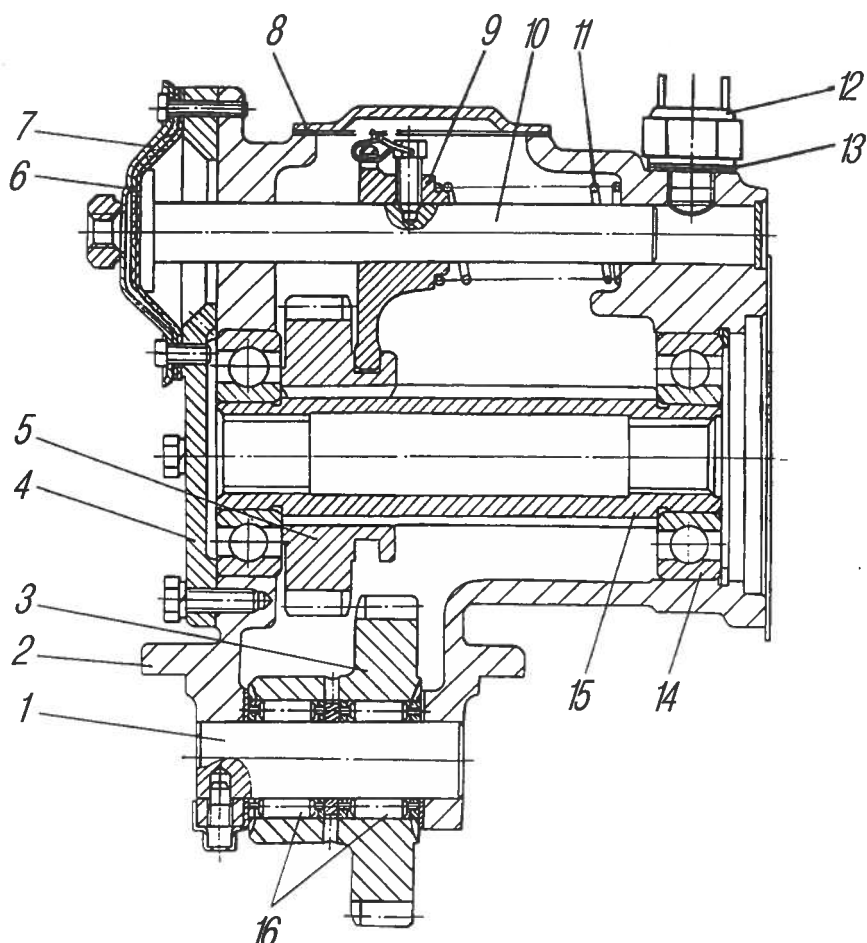

Рис. 114. Коробка отбора мощности:
**Коробка отбора мощности** (рис. 114) — одноступенчатая, крепится к картеру коробки передач с правой стороны. Между фланцами картеров коробки передач и отбора мощности ставятся регулировочные и уплотнительная прокладки, с помощью которых на заводе производится регулировка зацепления шестерен. Поэтому при необходимости замены прокладок общая их толщина должна быть сохранена. Ведомый вал 15 коробки отбора мощности приводится во вращение от промежуточного вала коробки передач с помощью специально устанавливаемой для этой цели на валу шестерни, находящейся в постоянном зацеплении с ведущей шестерней 3 коробки отбора мощности.